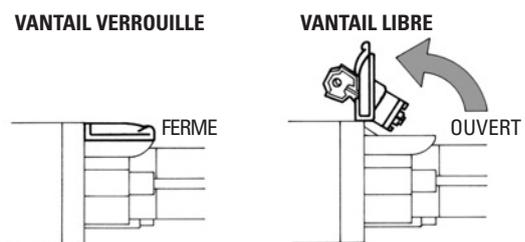
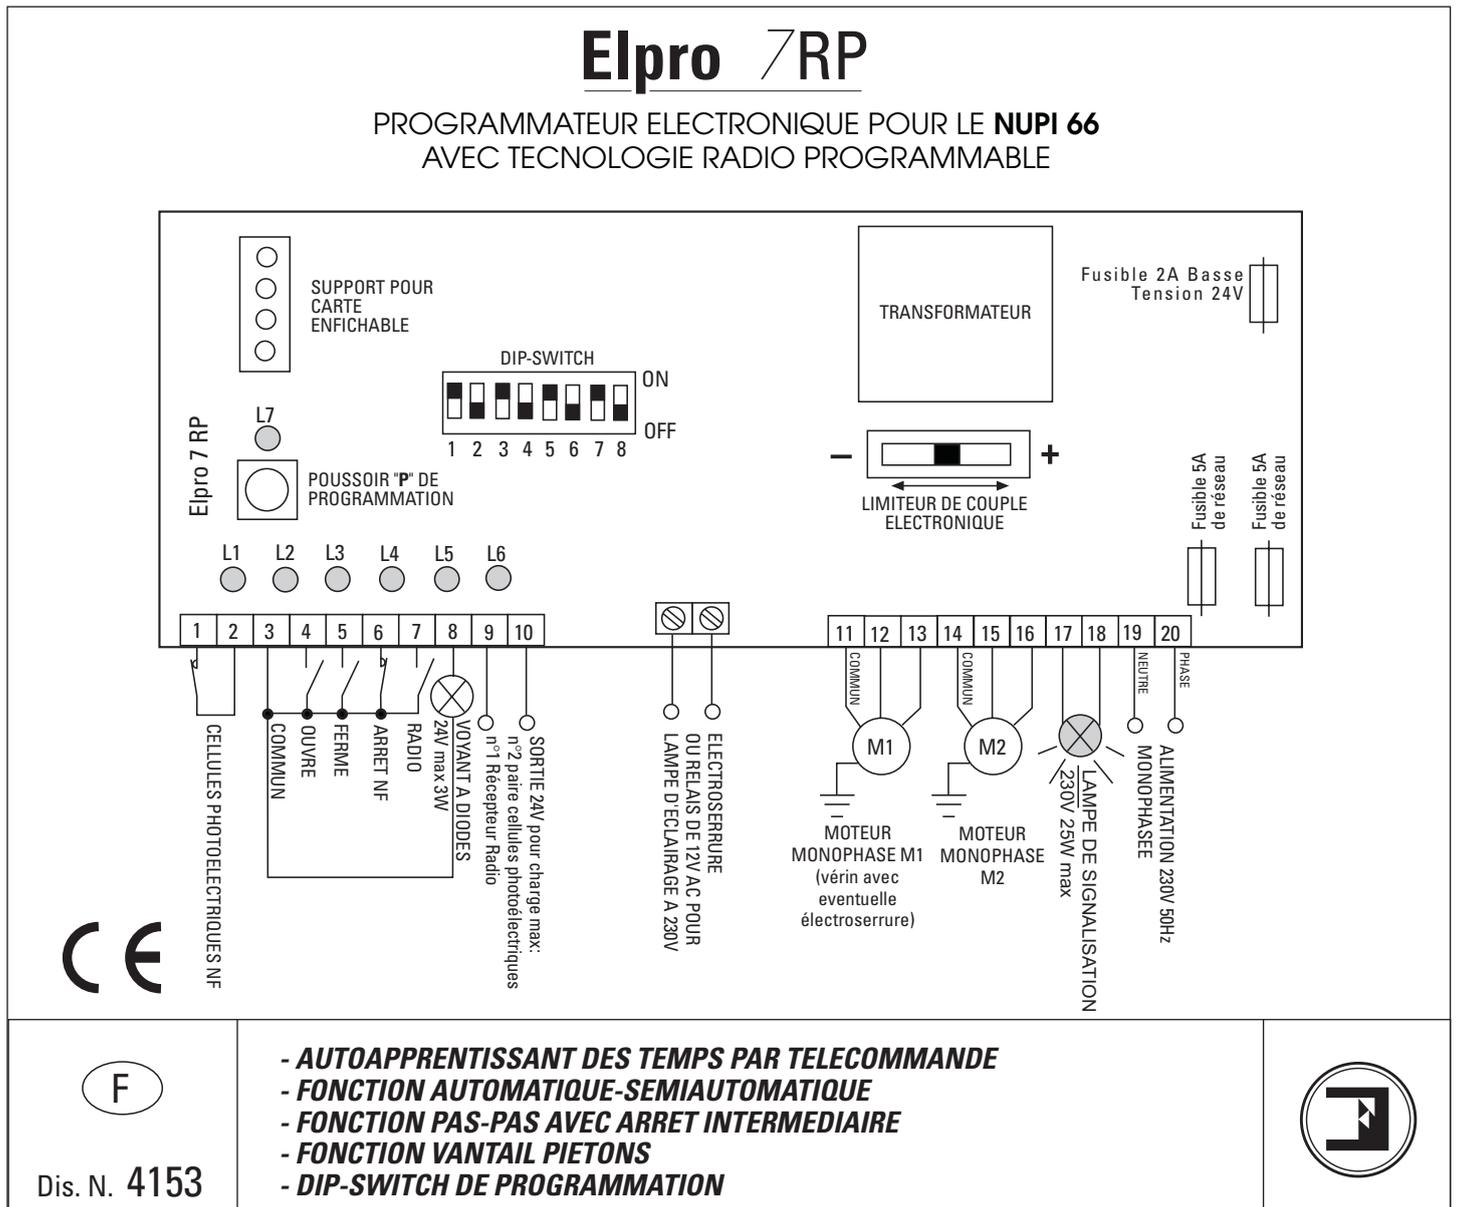
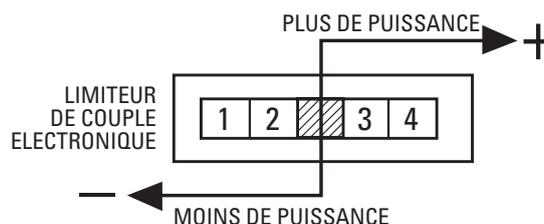

FIG. 2 - Detail du fonctionnement du déverrouillage
FIG. 10
FIG. 11
Avant tout il faut pouvoir effectuer la dépose du carter de protection et donc préalablement débloquer l'opérateur pour rendre son fonctionnement manuel possible. Pour cela faire pivoter le petit **couverture de protection** de la serrure de déverrouillage puis engager la **clé** et faire 1/4 de tour dans le sens des aiguilles d'une montre et soulever le **couverture principal** (Fig.2). Une fois ouvert, dévisser les 2 vis qui fixent le carter et le retirer.
- A ce point le NUPI 66 est monté sur le vantail. Le **couvre-cil de déverrouillage** (Fig.2) étant ouvert le portail peut être manoeuvré manuellement et si on referme ce couvercle l'opérateur se bloque et le portail ne peut plus être manoeuvré manuellement. Pour effectuer les raccordements électriques introduire le câble électrique (après avoir desserré le **Serre-câble**) dans la pièce de fixation arrière et le raccorder à la **borne** : le commun centrale et les deux autres fils de art et d'autre en parallèle avec Condensateur fourni (Fig.9 pag.4). Après il faut remettre et serrer le **Serre-câble**. Lorsque l'on mettra en route le programmeur **Elpro 7 RP** on positionnera le Limiteur de couple dans la position n°3 pour faire les premiers essais et on l'ajustera par la suite (Fig.10 page5 et Fig.11 page6)